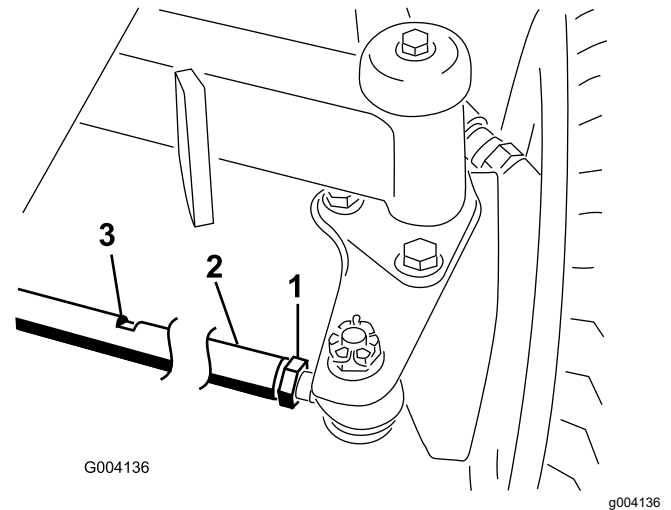

Figura 63
2. Afloje las contratuercas de ambos extremos del tirante (**Figura 63**).
3. Para girar las ruedas, gire el tirante con la ayuda de una llave en los segmentos planos (**Figura 63**).
6. Apriete las contratuercas en ambos extremos del tirante (**Figura 63**).